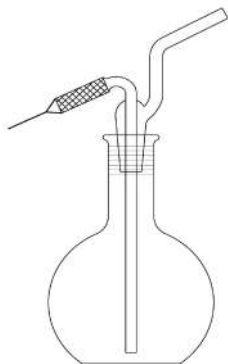

Рис. 97. Промывочная
5. **Промывочная бутыль из прозрачного стекла** (рис. 97) - горловина бутыли притертая, шлиф 29/32. Изделие идет в комплекте с пришлифованной пробкой с двумя трубками. По одной из трубок в сосуд подается воздух, а по второй, с узким носиком, выходит жидкость под давлением. Инструменты такого типа служат для очистки от осадка трубок или приборов, а также промывки жидкостей. Донышко бутыли плоское, позволяющее работать с сосудом без использования подставок или штативов. Материал способен выдерживать воздействие агрессивных реактивов, а также высокие температуры.